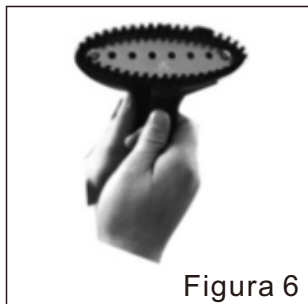

Figura 6
- ⑥ Si se necesita planchar productos de pelo y cepillar polvo, haga el favor de instalar el cepillo (equipado opcional), instale el cepillo en la boquilla de manguera de vapor según la figura, y ponga la boquilla de manguera de vapor en la gancha, si plancha otras telas, no instale el cepillo (figura 6).